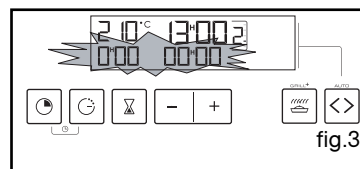

fig.3
**• Plat creux équipé d'une grille support spéciale grillades (fig.3)**
Ajustez le réglage de l'heure avec les touches + ou - (fig.3).
Il vous est cependant possible d'ajuster la température en actionnant la manette de sélection de température vers + ou - (fig.3)
Exemple : 30 min de cuisson (fig.3).
- 0:00 et la durée clignotent (fig.3).
Exemple : position "ECO" -> gradins 1 ou 2 conseillés (fig.3).